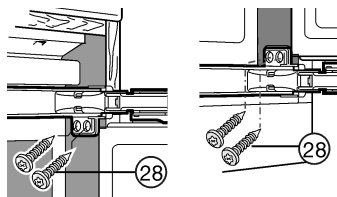

Fig. 22
- Atornille el aparato a ambas puertas con tornillos para tablero de partículas Fig. 22 (28) en las partes superior e inferior a través de las lengüetas de bisagra.